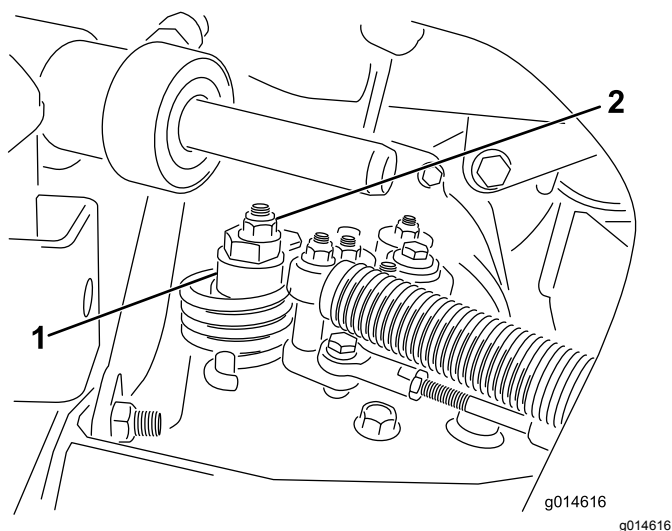

図 53
- A. 偏芯ナットをハイドロスタット上部に止めているナットをゆるめる 図 53。
- C. どちらにも車輪が回らないように偏芯ナットを回して調整する。調整ができれば固定ナットを締め 図 53。スロットルSLOW および FAST 位置で調整が正しいことを確認する。